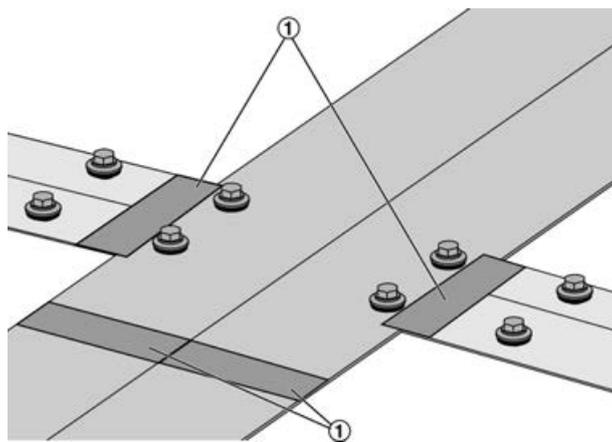

Abb. 22: Stoßstellen abdichten
- Die Stoßstellen (Abb. 22 /1) der Abdeckschienen mit beiliegenden Aufklebern (100 x 40 mm) abdichten.